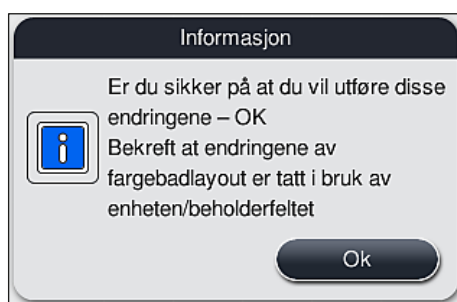
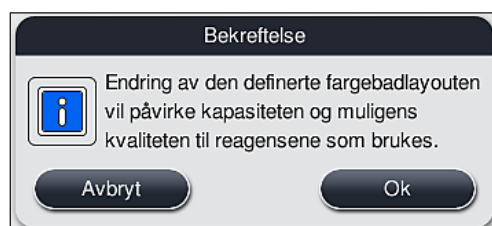

Fig. 62
Fig. 63
- Les informasjonsmeldingene som vises (→ "Fig. 62") (→ "Fig. 63"). Bekreft, eller trykk på **Avbryt** (→ "Fig. 63") for å gå tilbake til fargebadlayout-visningen.